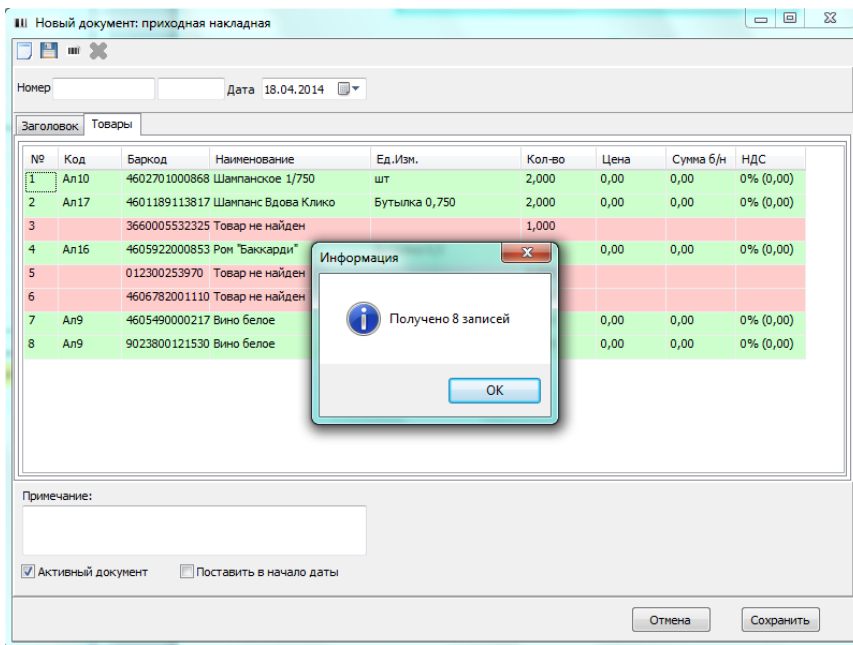

Рис. 455
6. Окончание выгрузки сопровождается звуковым сигналом, на экране терминала будет выведено сообщение «Загрузка завершена», а на компьютере будет выведено информационное окно. Пример представлен на **Рис. 455**.